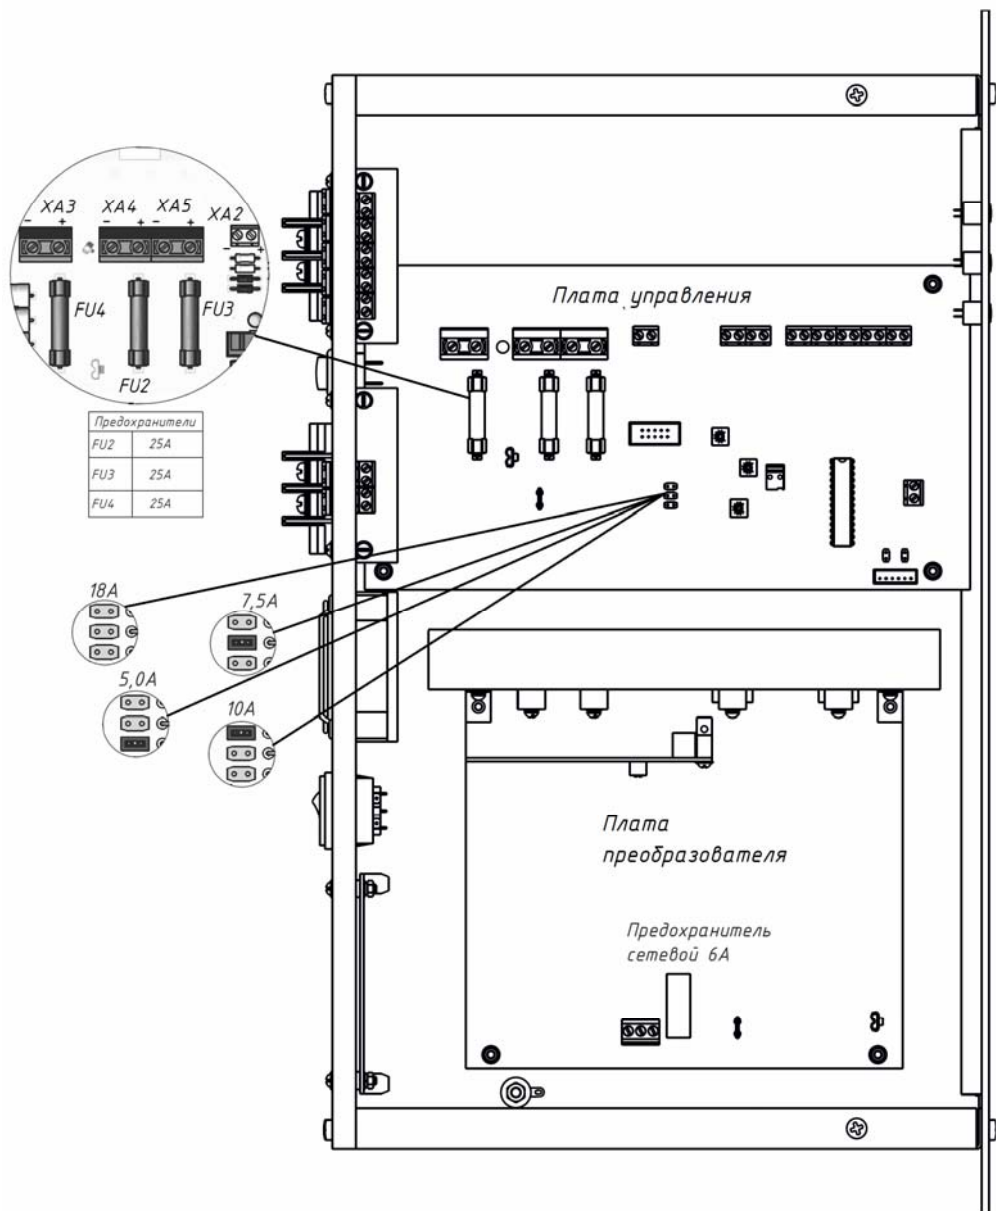

Рисунок 3 Общий вид источника со снятой крышкой
В режиме «РЕЗЕРВ» происходит разряд АКБ и понижение напряжения на ее клеммах. При понижении напряжения на клеммах АКБ внутренний индикатор «АКБ» желтого цвета свечения (см. рисунок 3) будет мигать (1 раз в сек) если напряжение АКБ ниже  $11,2 \pm 0,2$  В но выше  $10,5 \pm 0,2$  В.
Источник обеспечивает ограничение тока заряда АКБ. Выбор одного из четырех значений ограничения тока заряда АКБ осуществляется установкой/удалением соответствующей перемычки типа «джампер» (см. рисунок 3) в соответствии с рекомендациями таблицы 2.
- ♦ Установите перемычками требуемое значение ограничения тока заряда АКБ (см. рисунок 3);
- ♦ Проверьте наличие и исправность предохранителей, расположенных внутри корпуса (см. рисунок 3);